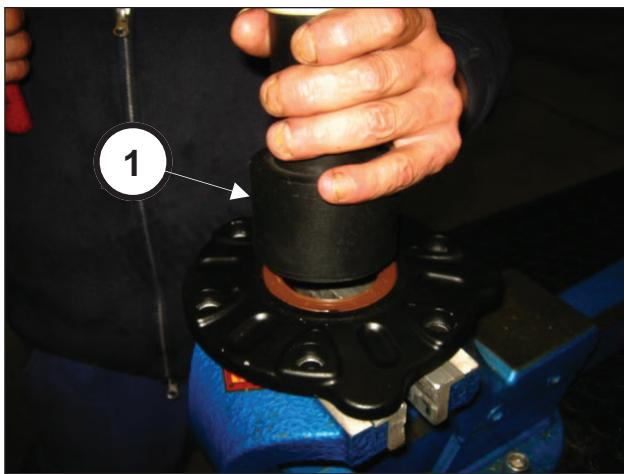

Fig. 77
Insira a junta do óleo no interior da tampa do pinhão, mediante o uso da ferramenta cód. 27548200 (pos. ①, Fig. 77).